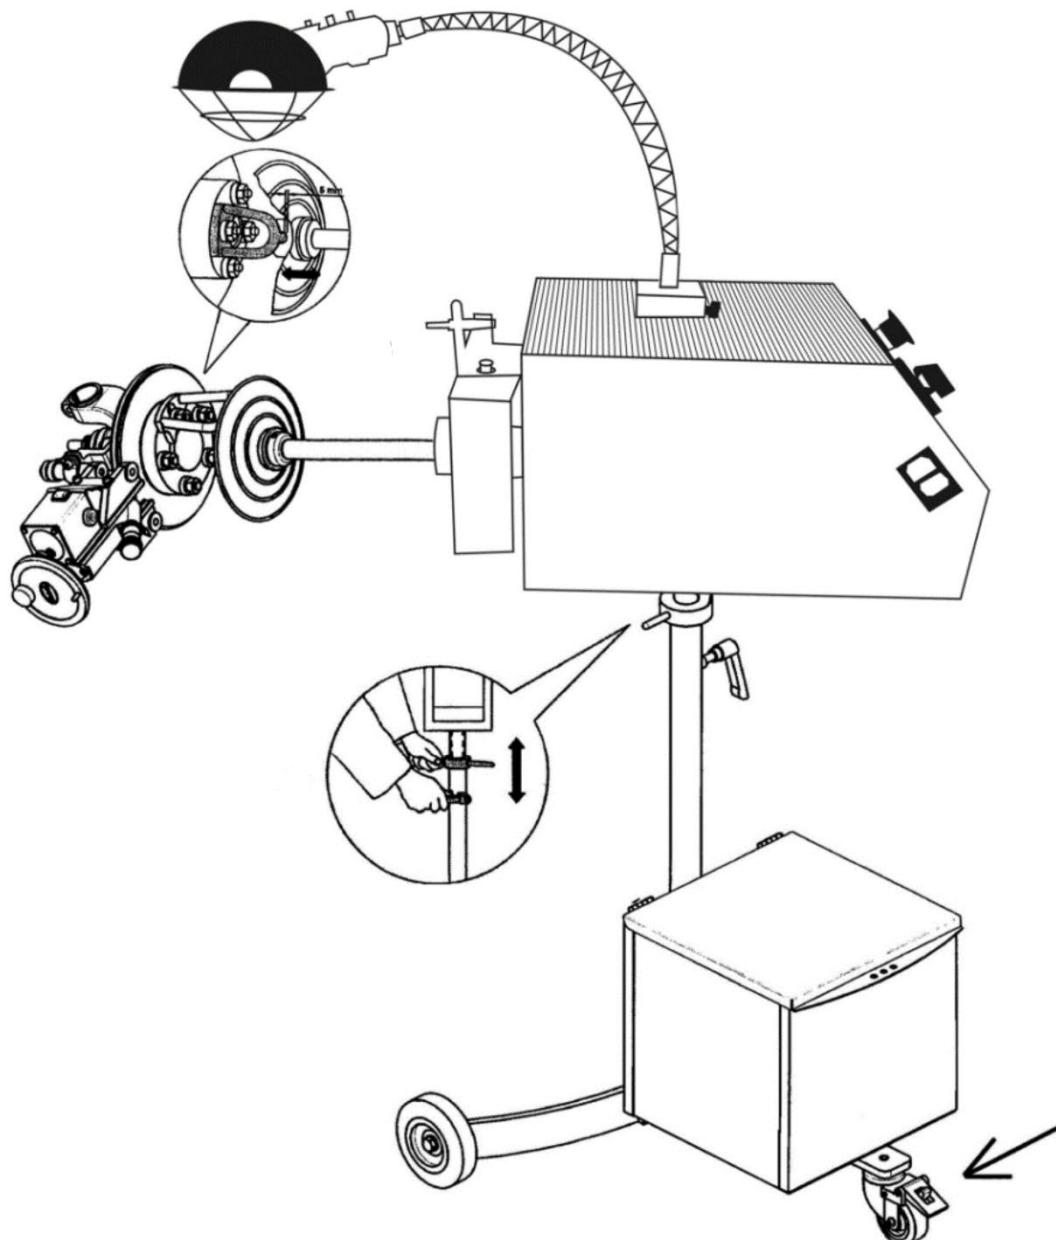

Рисунок 25
7.6.3 При необходимости подложите шайбу между универсальным кронштейном и отверстием для крепления тормозного суппорта (рис. 25), чтобы блок проточки был установлен согласно (рис. 25, 26).
7.7.3 Ослабьте фиксирующую ручку на пол оборота (рис. 25)
7.7.5 Пододвиньте приводную скобу к приводному адаптеру, оставив зазор 5 мм (рис. 25).
7.8.5 Проведите финальную регулировку высоты для уменьшения вибрации (рис. 25).